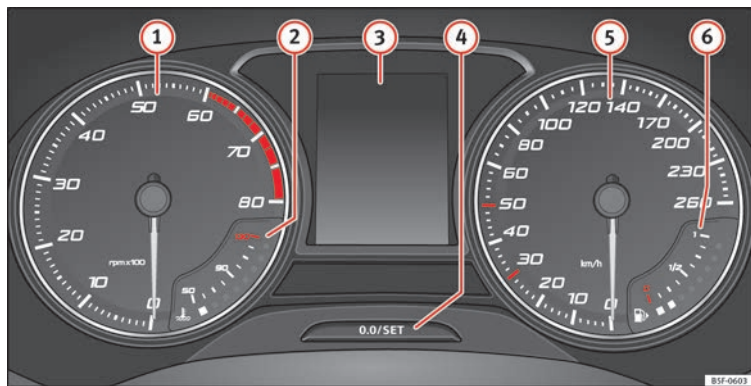

Fig. 109 Combiné d'instruments à l'avant.
Explications concernant les cadrans » fig. 109 :
Le compte-tours indique le nombre de tours du moteur par minute » fig. 109 ⓘ.
L'aiguille du compte-tours ⓘ » fig. 109 ne doit rester que peu de temps dans la zone rouge : risque d'endommagement du moteur.
Lors de la mise du contact d'allumage, l'écran du tableau de bord » fig. 109 ⓘ affiche diverses informations en fonction de l'équipement du véhicule :
- Appuyez brièvement sur le bouton **» fig. 109 4** pour remettre le compteur kilométrique journalier à 0.
- Pour régler l'heure, maintenez enfoncé le bouton **» fig. 109 4** pendant plus de 3 secondes afin de sélectionner l'indicateur des heures ou des minutes.
Maintenez enfoncé le bouton **» fig. 109 4** pendant plus de 15 secondes pour afficher les lettres-repères du moteur (MKB) du véhicule. Pour cela, le contact d'allumage doit être mis et le moteur coupé.
L'indicateur de température du liquide de refroidissement ❷ »» fig. 109 ne fonctionne que lorsque le contact d'allumage est mis. Pour éviter d'endommager le moteur, veuillez tenir compte des remarques suivantes, relatives aux plages de température.